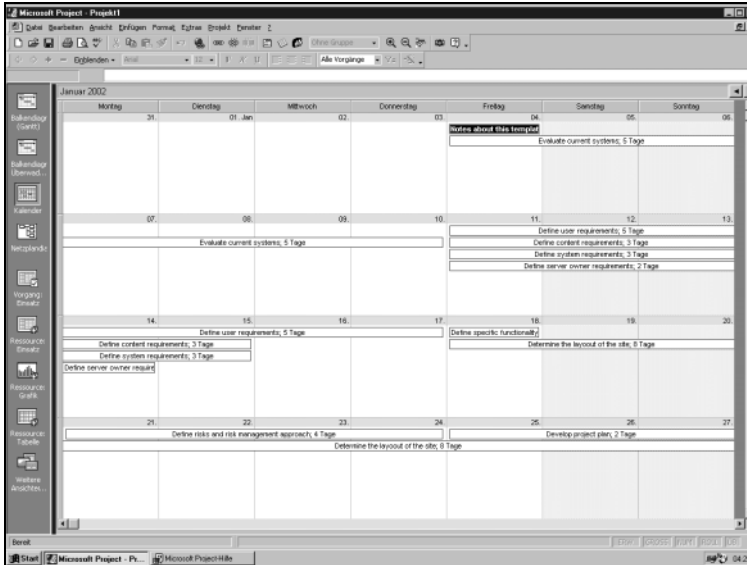

Abbildung 1.6:
- Im Kalender in Abbildung 1.6 beginnt der Vorgang FESTLEGEN DES WEB-SITE-LAYOUTS am 18. Januar und dehnt sich bis in die Zukunft aus.